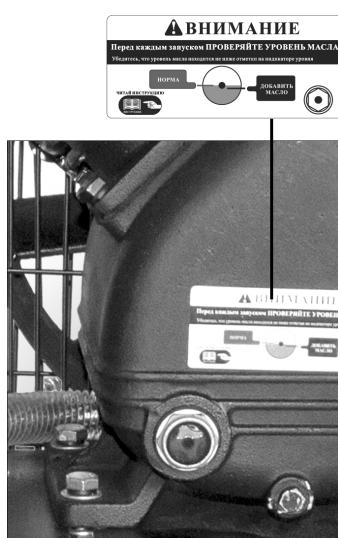

Рис. 1
2. Проверьте уровень масла (**Рис. 1**).
- Используемое масло должно быть чистым, его уровень должен быть на красной отметке измерительного окошка (**Рис.1**).